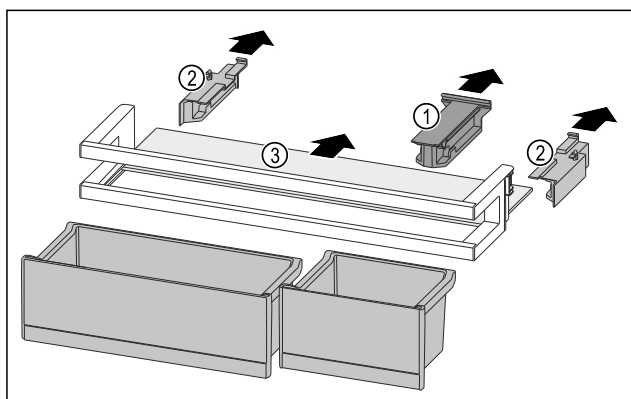

Fig. 91
- ▶ Снимите крепление Fig. 91 (1).
- ▶ Снимите боковые части Fig. 91 (2).
- ▶ Извлеките съемную полку Fig. 91 (3).